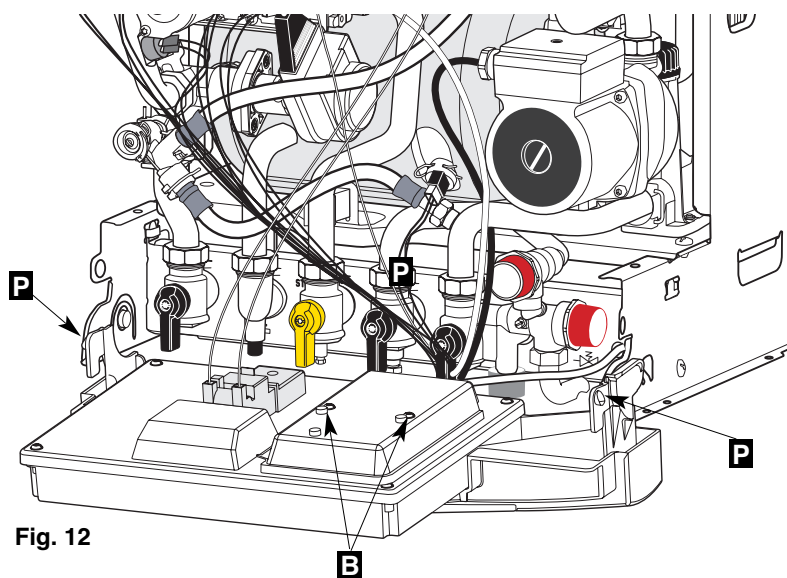

Fig. 12
- dévisser les deux vis **B** (fig.12) de fixation du capot de protection, ôter le capot.